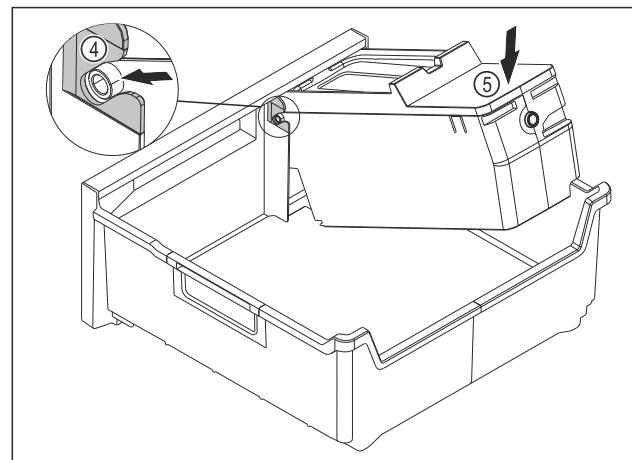

Fig. 115
- Смонтируйте корпус EasyTwist-Ice: Вставьте оси корпуса EasyTwist-Ice в направляющие Fig. 115 (4).
- Вдавите корпус EasyTwist-Ice Fig. 115 (5) вниз.